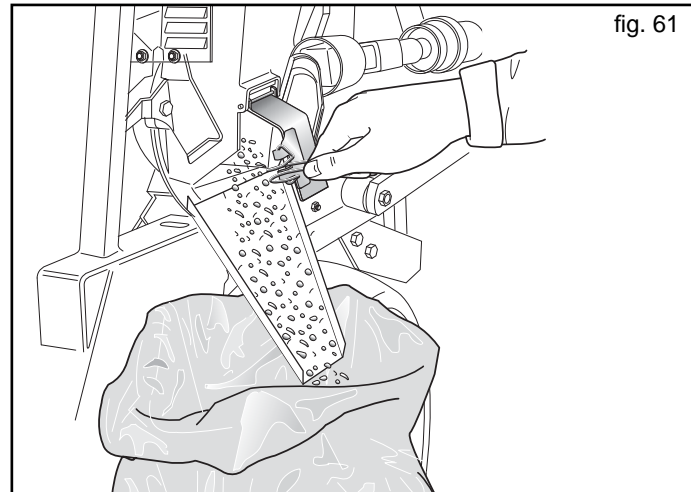

fig. 61
- Am Ende der Aussaat die restlichen Samen durch die Öffnung des Säaggregats entleeren (Abb. 61).